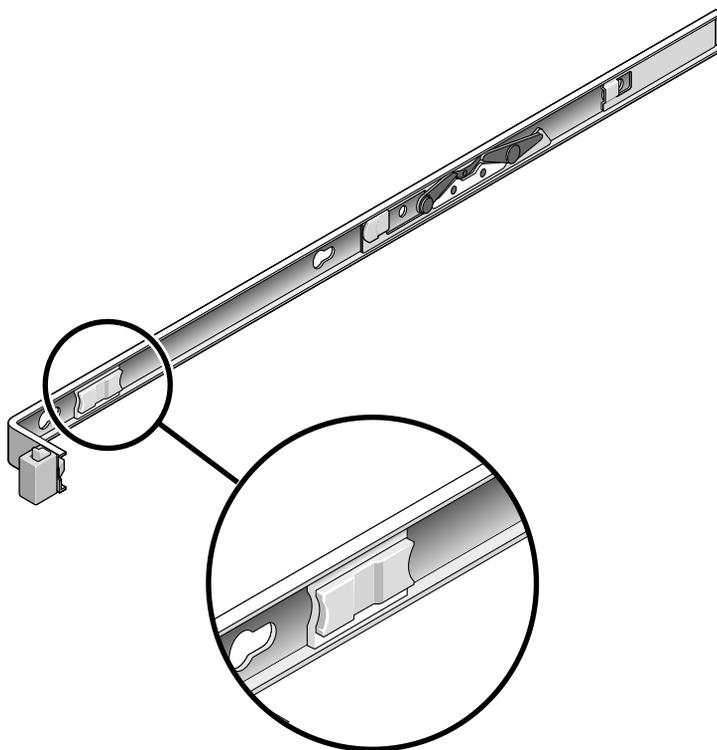

FIGURA 2-13 Pestillo para desbloquear las guías
6. **Tire simultáneamente de los dos pestillos de desbloqueo de las guías y deslice el servidor hasta el fondo del bastidor (FIGURA 2-13).**